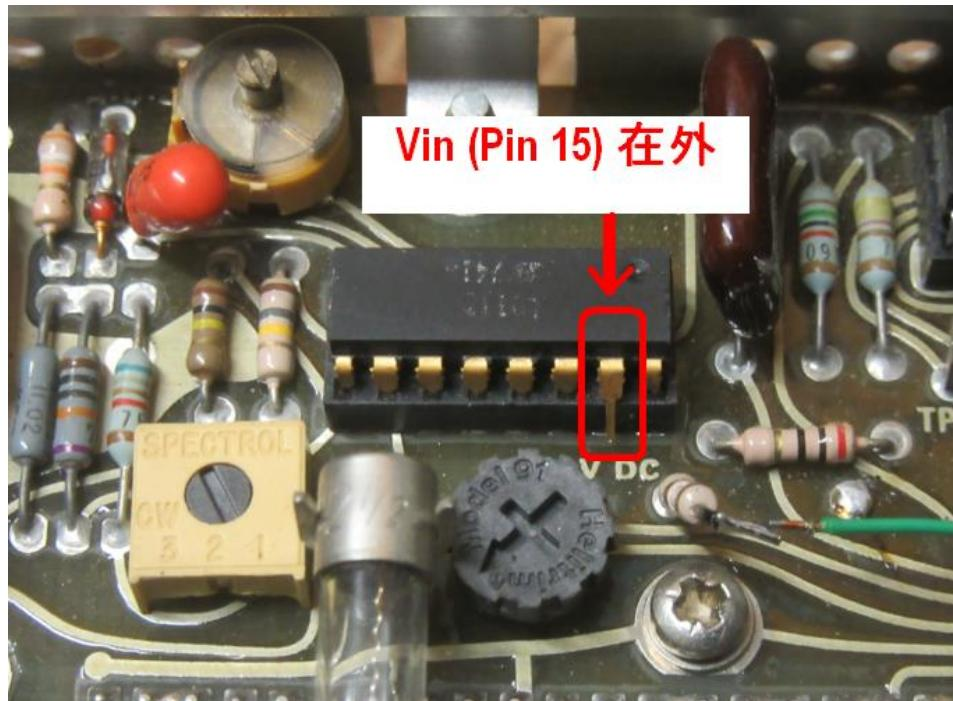

图 14. 无损害测试法
- 6) 还有最后一步,那就是从印板上切断 C 点到 Pin 15 的连线看结果如何.但这个会破坏印板.最后想了一个无损害测试法,把集成电路 LD111 插回插座,但是 Pin 15 在外.见图 14.
- 8) 当我在悬空的 Pin 15 (Vin) 和 Pin 2(G) 之间接入 FLUKE 8062A 电表以后,DM-502 数字显示为 +0.001/+0.000. 故障消失!